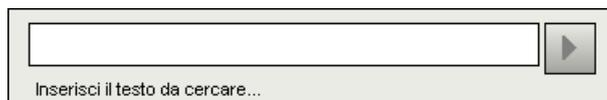

Fig 32
- Cliccare il pulsante **Cerca**. Si aprirà la finestra seguente (Fig 32).